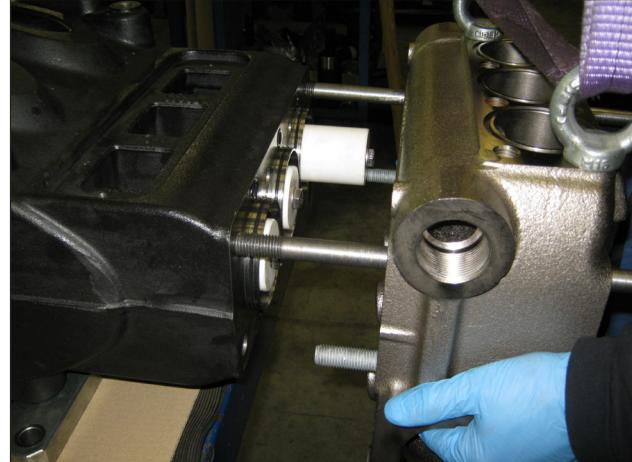
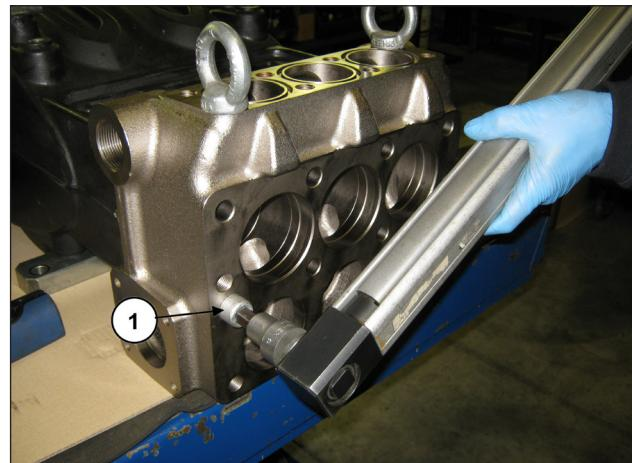

Fig. 119
Fig. 120
Monte o cabeçote no cárter da bomba (pos. ①, Fig. 119) prestando atenção para não bater nos pistões e apertar os 2 parafusos M16x180 (pos. ①, Fig. 120) com chave dinamométrica como indicado no capítulo 3 CALIBRAGEM DE APERTO DOS PARAFUSOS.